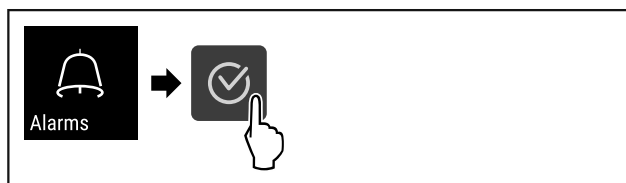

Fig. 108
- ▶ Hajtsa végre a művelet lépéseit (lásd Fig. 108) .